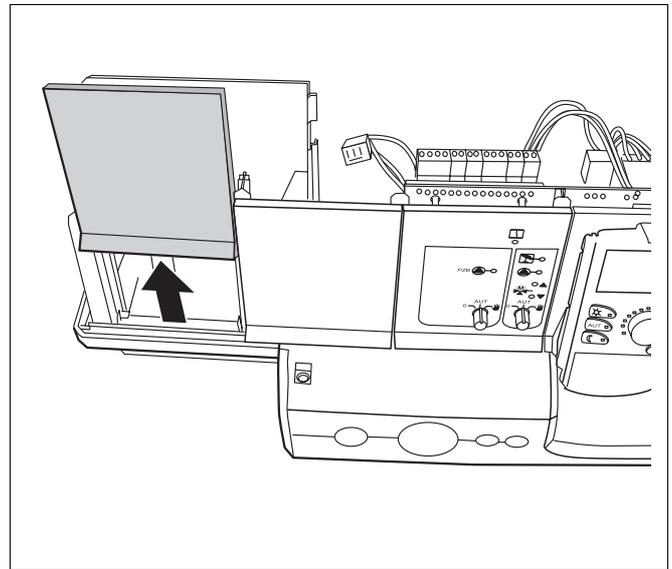

Abb. 4 Blindplatte entfernen
- Blindplatte des Steckplatzes (Slots, Abb. 4) entfernen, in den ein weiteres Funktionsmodul eingeschoben werden soll.